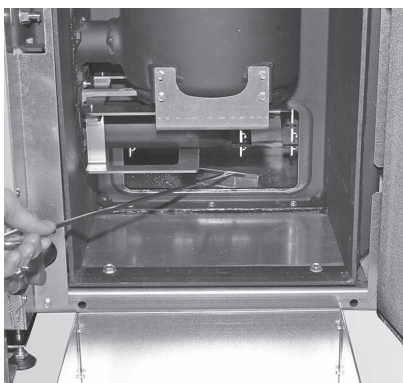

Fig. 40 Asche unter der Nachheizfläche in Aschelade entfernen
- ▶ Asche unter der Nachheizfläche mit Kratze in die Aschelade entfernen – Fig. 40.